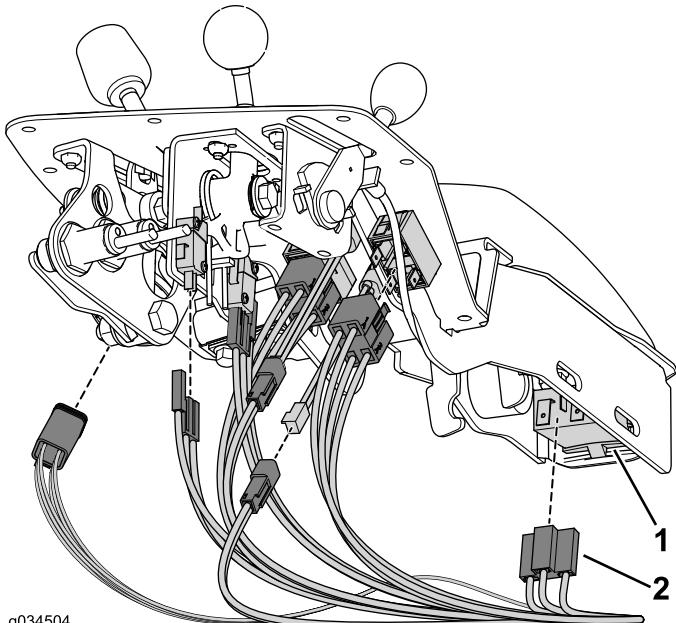

Figura 31
5. Collegate il cablaggio preassemblato ai raccordi appropriati (Figura 31).